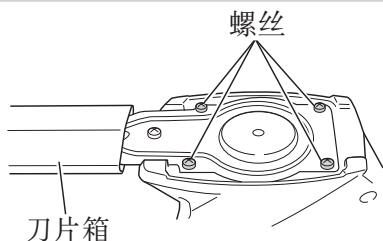

图 6
- (1) 将工具翻过来，使用十字螺丝刀卸下四颗螺丝，之后卸下底板和刀片（带刀片箱）。（图 6）